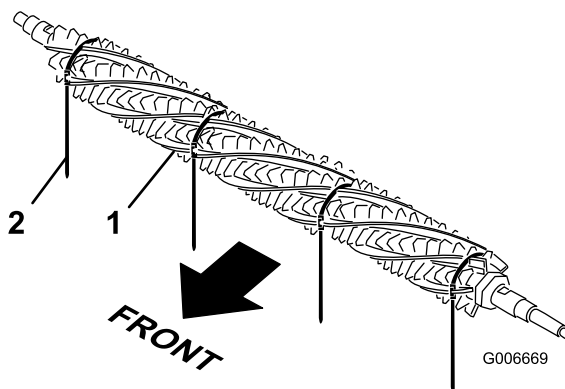

Figura 38
1. Da un lato del cilindro grooming, fate scorrere una spazzola in ogni scanalatura sull'intera lunghezza del cilindro grooming stesso (Figura 38).